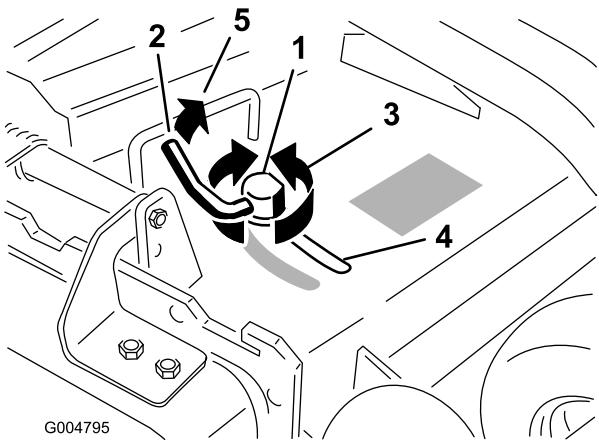

Figura 16
- Para ajustar el bloqueo de leva, levante la palanca para aflojar el bloqueo de leva (Figura 16).
- Devuelva la palanca a su posición original para apretar el deflector y el bloqueo de leva (Figura 16).